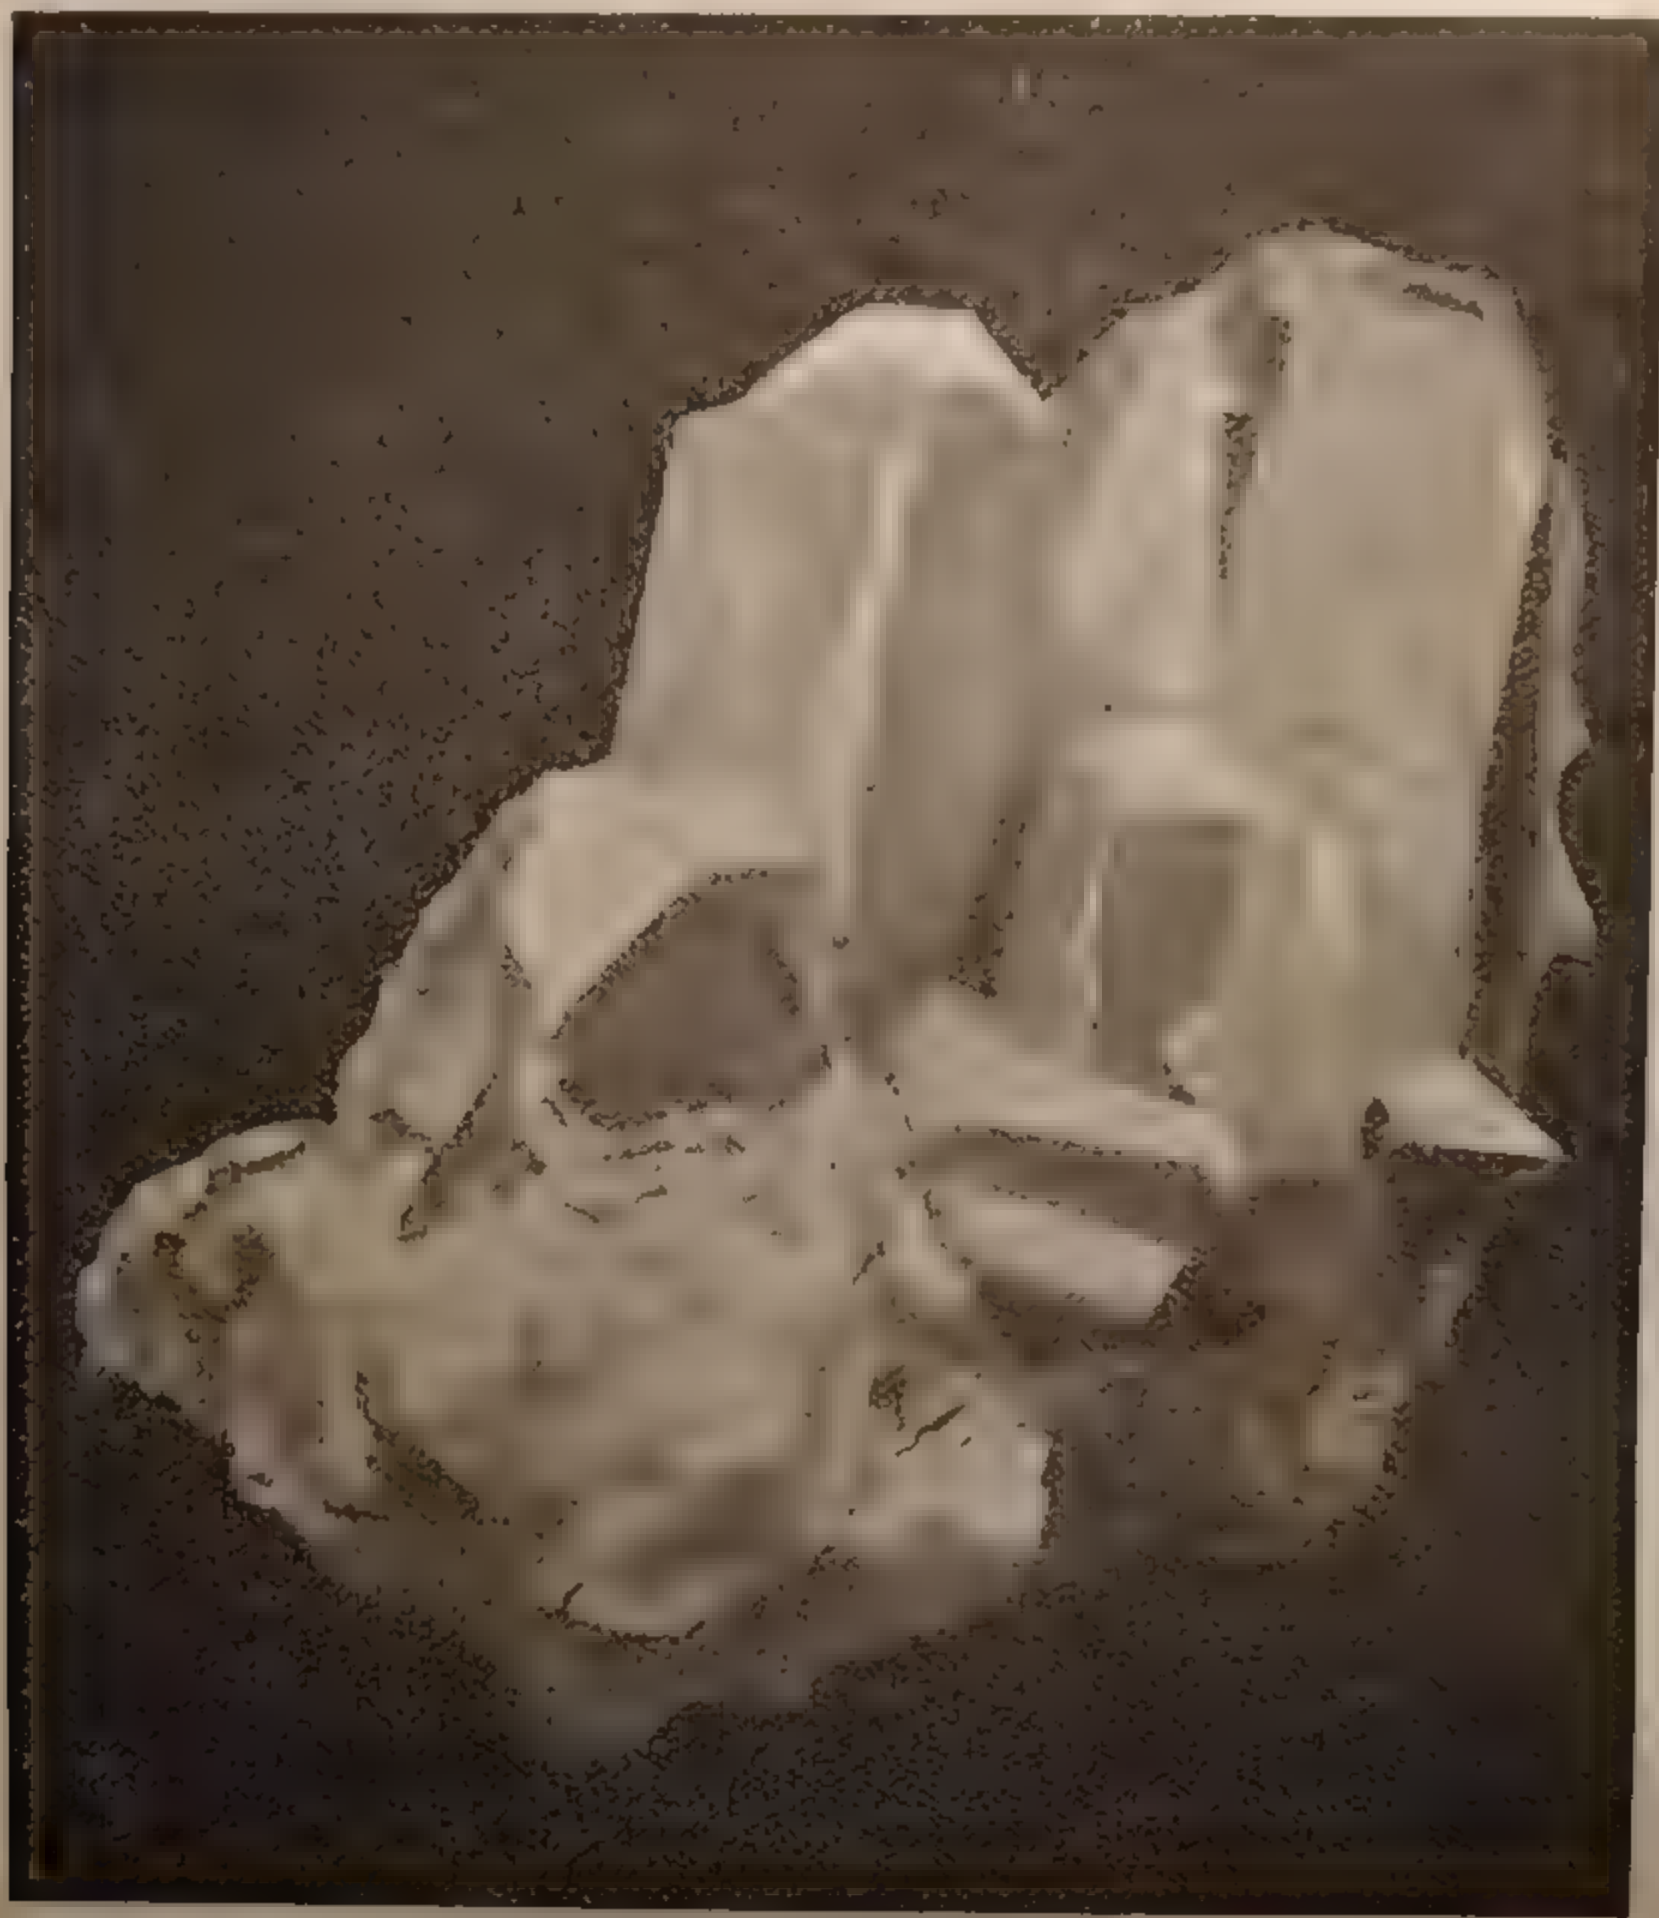

FIG. 141. Cristalli di ortoclasio.
**Ortoclasio od Ortose (1).** — *Trisilicato d'alluminio e potassio*  $\text{KAlSi}_3\text{O}_8$ . Sistema *monoclino* (fig. 141, vedi anche Tav. I, fig. 4).